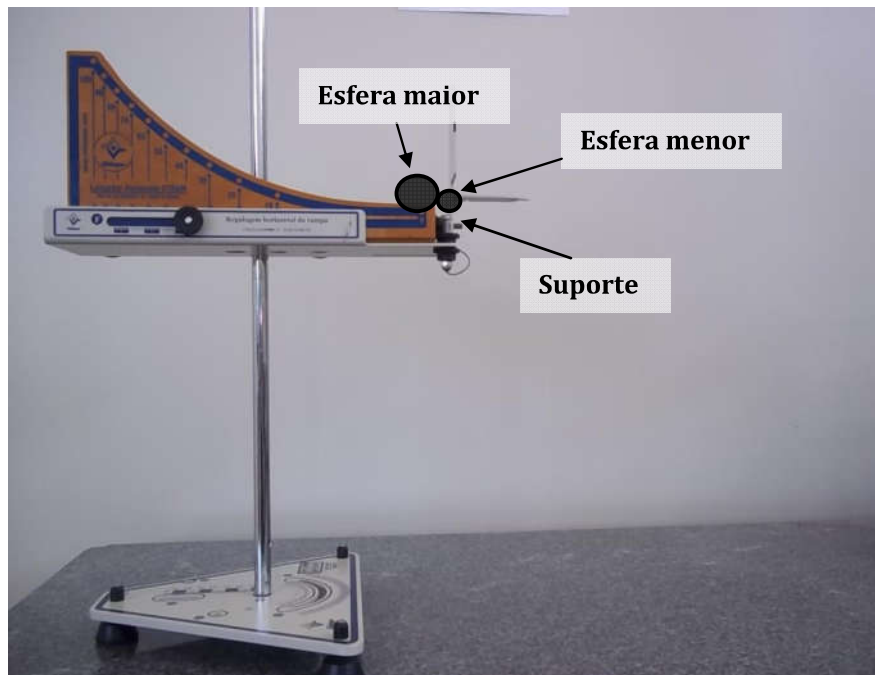

Figura 2 – Montagem experimental para o lançamento horizontal.
2. Coloque a esfera menor sobre o suporte da esfera alvo e regule o sistema para a esfera metálica maior se choque frontalmente com ela ao abandonar a rampa de acordo com a Figura 2.